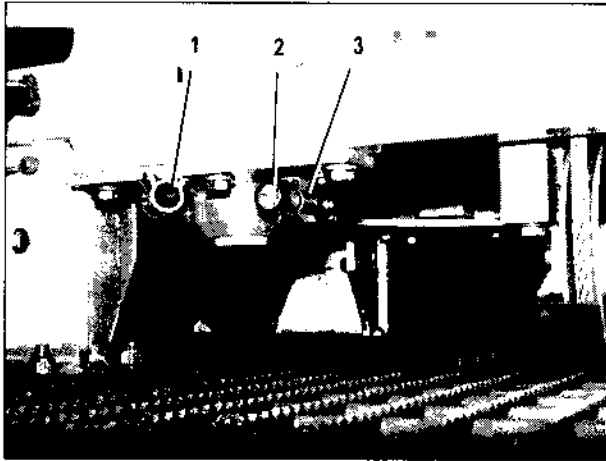

Bild 50
8. Masticherungsbolzen (Bild 50/2) aus der Klemmfeder (Bild 50/3) drücken, aus der Aufnahme ziehen und in die Aufbewahrungshalterung (Bild 50/1) einsetzen.